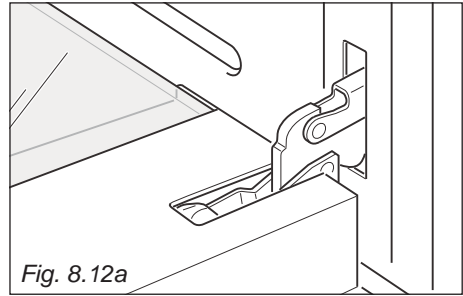

Fig. 8.12a
- Ouvrir complètement la porte du four (fig. 8.12a).
- Ouvrez entièrement la porte du four (fig. 8.12a).